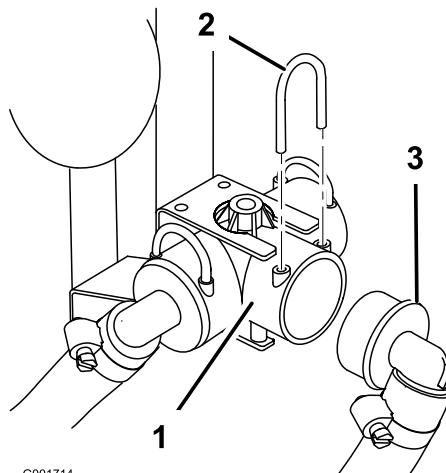

Figura 6
1. Localize o conjunto de válvulas no lado direito do depósito e retire a forquilha de retenção para desligar o tubo de alimentação da rampa a partir do T de alimentação (Figura 6).